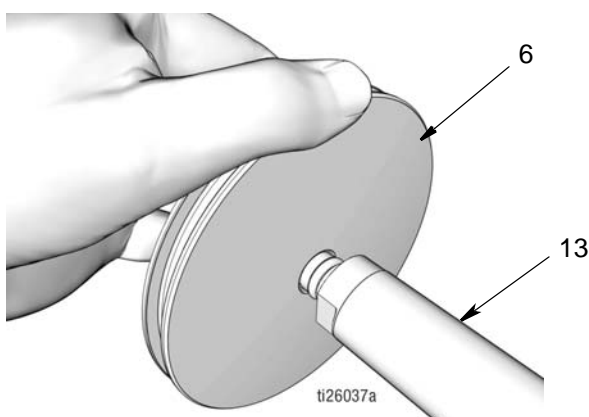

Рис. 47
- c. Насаживайте поршень (6) поверх конца штока поршня (13) до тех пор, пока он не будет сидеть на штоке (Рис. 47).